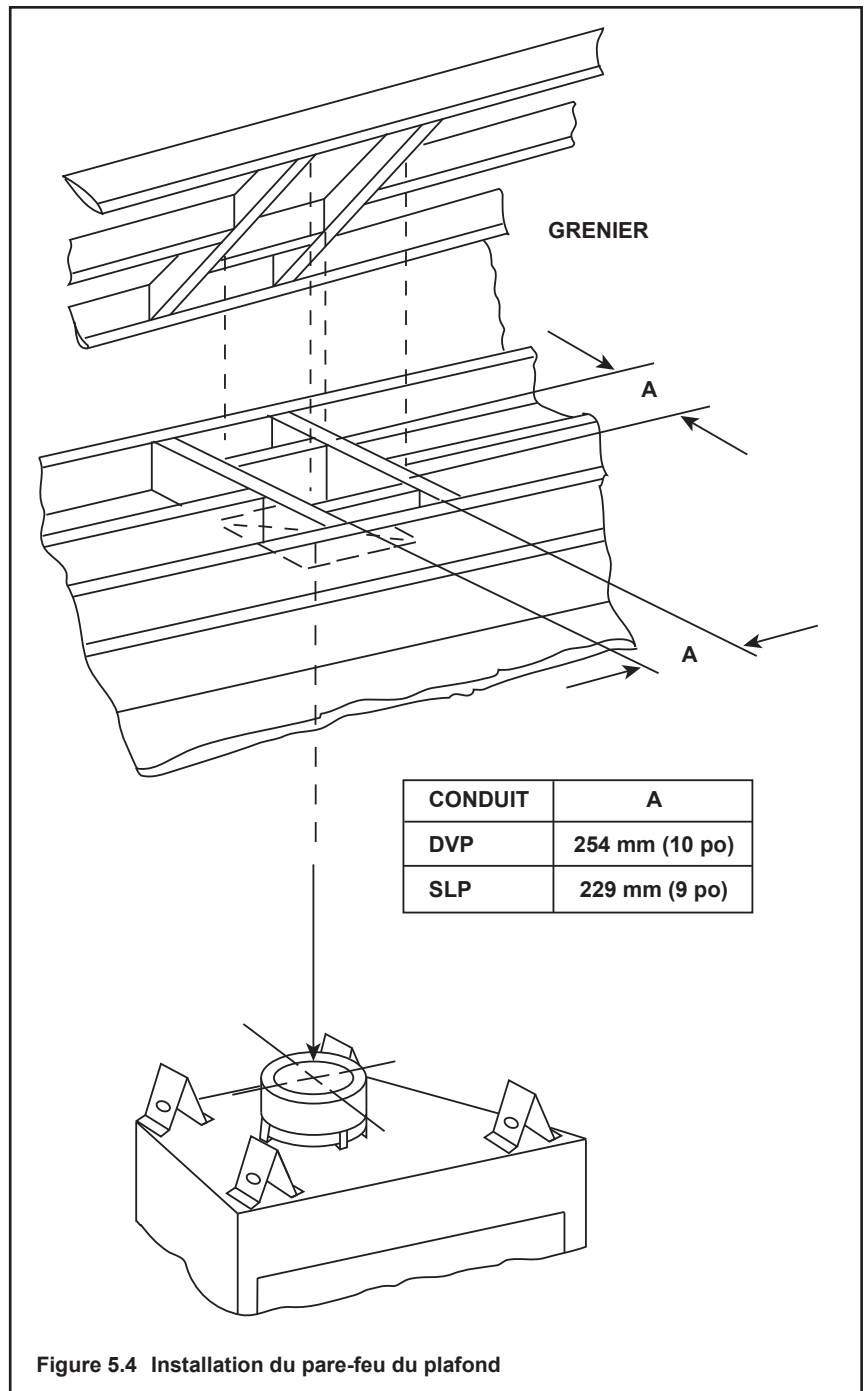

Figure 5.4 Installation du pare-feu du plafond
- **Conduite DVP seulement** - encadrez une ouverture de 254 mm x 254 mm (10 po x 10 po) chaque fois que le conduit d'évacuation des gaz traverse un plafond/plancher. Voir la figure 5.4.
- **Conduit SLP seulement** – Ouverture du coffrage 229 x 229 mm (9 x 9 po) quand le conduit d'évacuation traverse un plancher/plafond. Voir la figure 5.4.